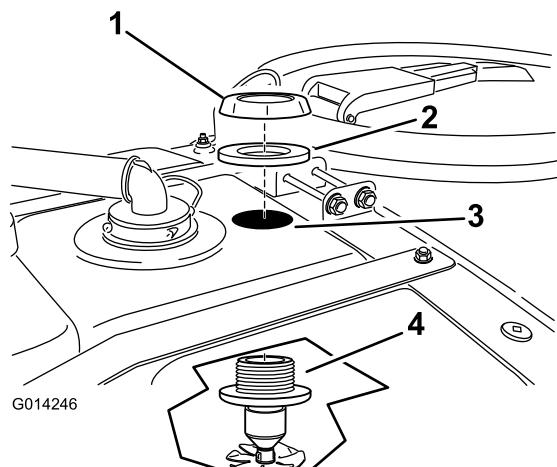

图15
2. 将喷嘴组件向上穿过刚才钻的孔（图15）。
3. 将垫片和塑料凸缘螺母拧在药缸顶部隔板外露的螺纹上 (图15)。确保密封件正确固定在塑料螺母和药缸表面之间。